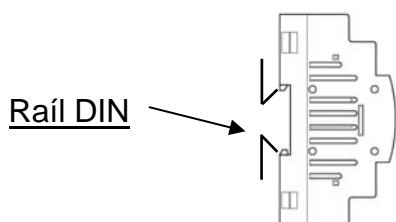

Fig. 01
- En la unidad de control central, los bornes de alimentación con tensión de 220V(AC) están situadas en la parte superior (J12, J13, J14 y J15), y los bornes con tensión de 24V(AC) en la parte inferior (J1, J2, J3, J4 y J5). (Ver esquema 3.2.1).
- Unidad de control central, módulos de ampliación y transformador: deben ser instalados en el interior de cuadro eléctrico sobre raíl DIN. (Fig. 01)